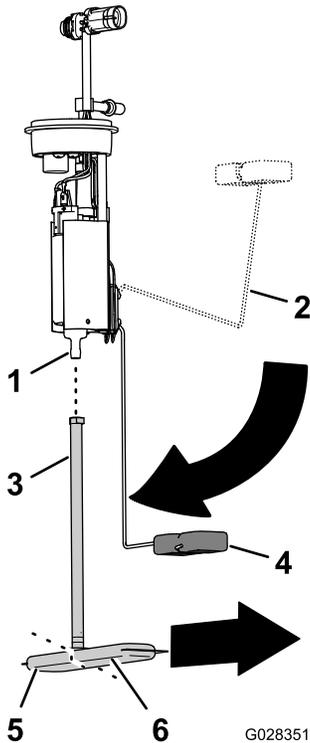

Figura 83
1. Retire o tubo de recolha do filtro de combustível do encaixe da bomba de combustível (Figura 83).
2. Alinhe o tubo de recolha do novo filtro de combustível com o encaixe da bomba de combustível (Figura 83).
3. Alinhe a perna longa do filtro de combustível com a boia quando o braço da boia estiver na posição de "vazio" (Figura 83).
4. Insira o encaixe da bomba de combustível no tubo de recolha até que o encaixe esteja totalmente assente (Figura 83).
2. Assente a bomba de combustível/unidade de envio na abertura do depósito (Figura 82 e Figura 83).